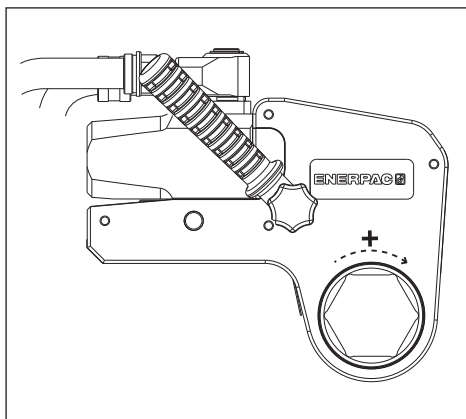

Fig. 9
4.3.1 Apretar una tuerca o un perno (Fig. 9 y 10)
- Coloque el pie de reacción (18) contra un punto de reacción adecuado (19). El punto de reacción contrarrestará la fuerza producida por la herramienta en funcionamiento.